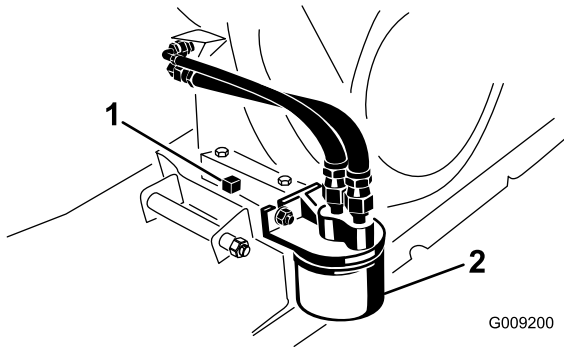

Figure 39
5. Placez un bac de vidange de 1,8 litre sous le bouchon de vidange (Figure 39).
6. Enlevez le bouchon de vidange et le joint (Figure 39).
2. Déposez le filtre à huile (Figure 39).
4. Vissez le filtre neuf sur l'adaptateur jusqu'à ce que le joint touche la plaque de montage, puis serrez-le de  $\frac{1}{2}$  à  $\frac{3}{4}$  de tour supplémentaire (Figure 39).